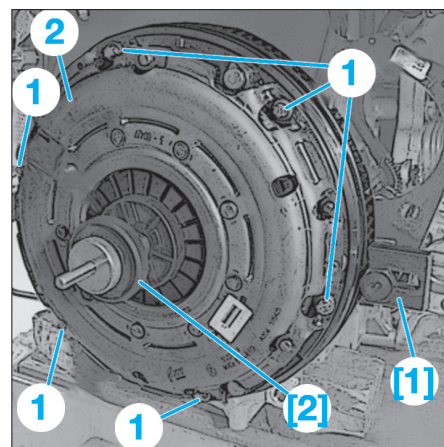

Fig. 3
- [1]. Outil de blocage du volant moteur (ref. 1860 84 6000) (Fig.3).
- Monter l'outil [1] (Fig.3).
- Déposer les vis de fixation (1) du mécanisme d'embrayage (2).
- Centrer correctement le disque d'embrayage par rapport au mécanisme avec l'outil [2] (Fig.3).
- Serrer les vis de fixation (1) en diagonale par passes successives et au couple de serrage prescrit jusqu'à ce que le mécanisme soit en contact avec le volant moteur.